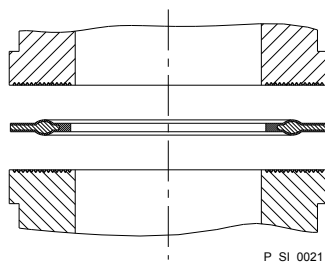

Fig. 12: Vedação moldada na peça de inserção dentada
- As vedações moldadas PTFE - com saliência - fornecidas com a bomba para as ligações da bomba, vedam as uniões entre as válvulas dentadas da bomba e as peças de inserção dentadas da ProMinent - ver Fig. 12.